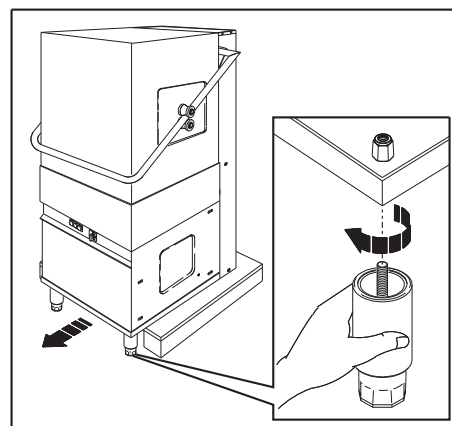

Fig. 4
3. Traslade la máquina en la paleta hasta liberar dos de los cuatro agujeros dispuestos para introducir los pies de soporte (fig.4).
Coja uno de los pies suministrados y enrosque el tornillo en uno de los dos soportes liberados (fig.4).
Monte el segundo pie siguiendo el mismo procedimiento (fig.4).